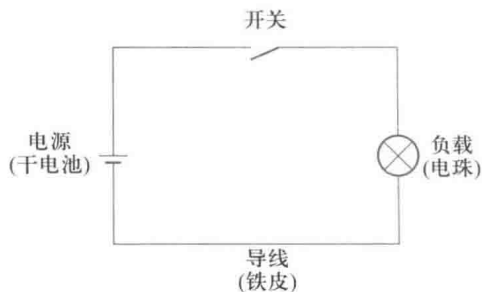

图 1-2 手电筒电路
电源、负载、开关等通过导线连接,并按照一定方式构成的闭合电流通路,即电流通过的路径称为电路,如图 1-2 所示。
1. 列出图 1-2 中手电筒电流流经的主要部件名称。